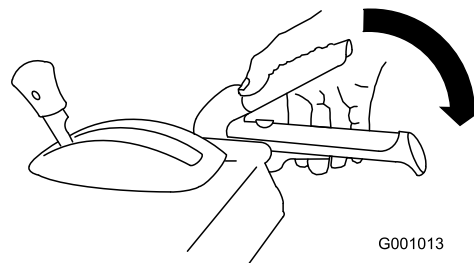

Figura39
2. Cuplați maneta angrenajului melcat/rotorului și țineți-o în poziția respectivă (Figura39).